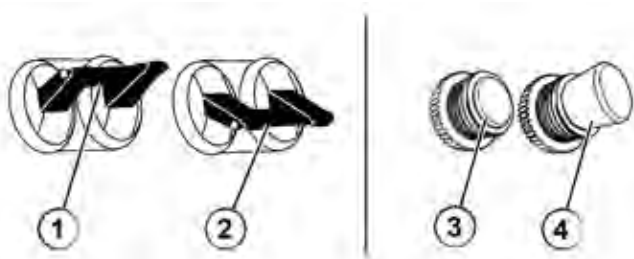

Figure 8 - Disjoncteurs
3. Assurez-vous que les disjoncteurs sont correctement réglés (voir Figure 8).
2. Assurez-vous que les disjoncteurs sont correctement réglés (voir Figure 8).